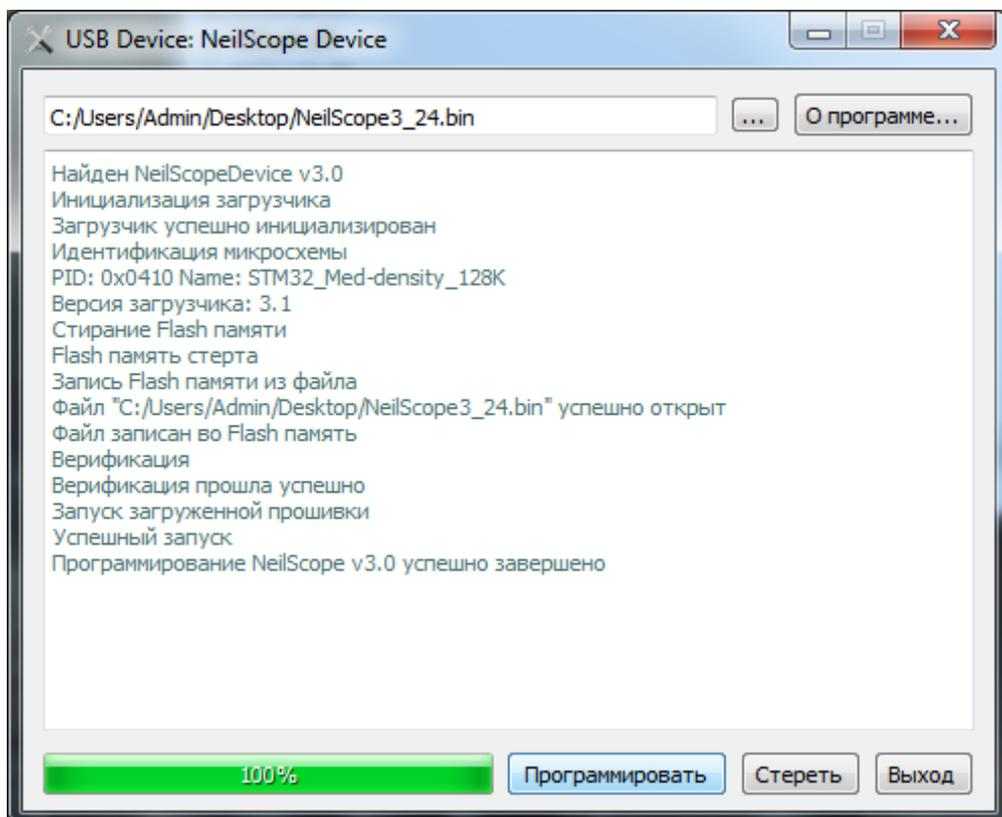

Рис.17 Работа программы NSFlashLoader2
21. Скачайте и запустите программу NSFlashLoader2 (Рис.17). Нажатием кнопки «...» выберите соответствующий файл прошивки, предварительно скачанный из шапки форума. Нажмите кнопку «Программировать». Процесс загрузки прошивки отображается в окне программы.